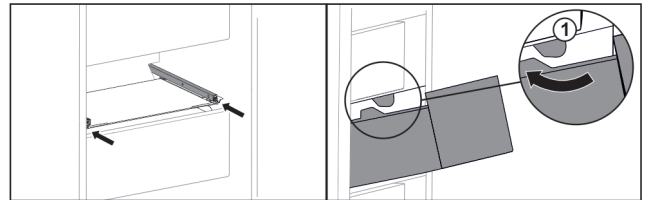

Fig. 38
- ▶ Lade rond de stoppers Fig. 38 (1) leiden.